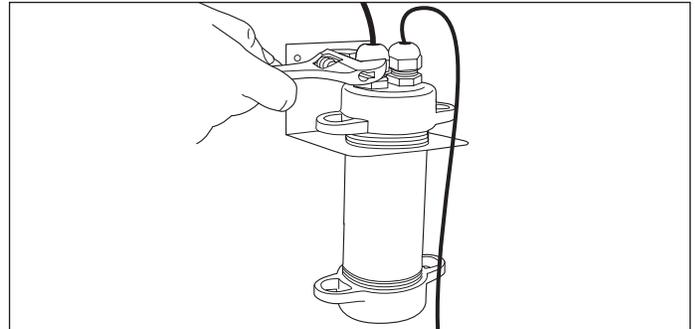

Figure 20-9
5. Installez le tuyau Schrader de surveillance secondaire dans le raccord de traversée du capuchon du boîtier. Serrez les deux raccords du capuchon du boîtier (Figure 20-9).